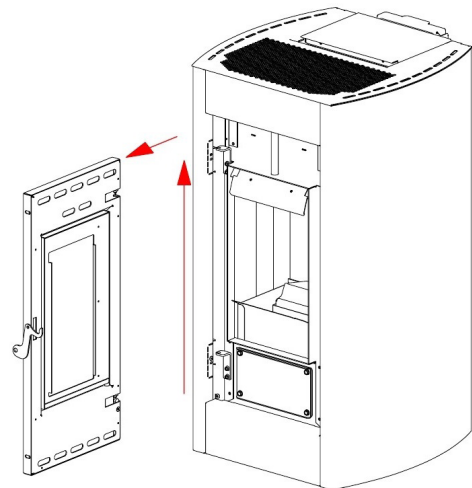

Fig. 28 - Ausbau der Tür
- Tür anheben, so dass die Stifte der Tür aus der Halterung an der Struktur gehoben werden (siehe **Fig. 28 a pag. 22**).